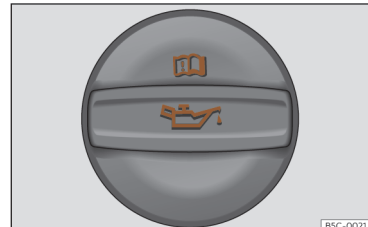

Fig. 221 În compartimentul motor: bușonul orificiului de umplere cu ulei.
- Deșurubați bușonul orificiului de umplere cu ulei de motor»» fig. 221.